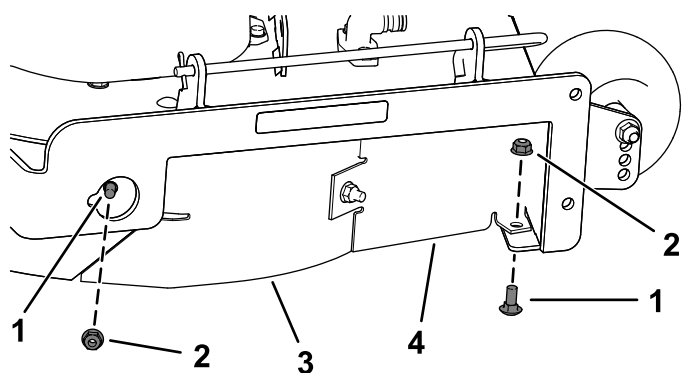

Рисунок 14
7. Отверните 2 каретных болта (5/16 x ¾ дюйма) и 2 контргайки (5/16 дюйма), которые крепят собранный узел правого дефлектора с ограждением дефлектора к деке газонокосилки (Рисунок 14).